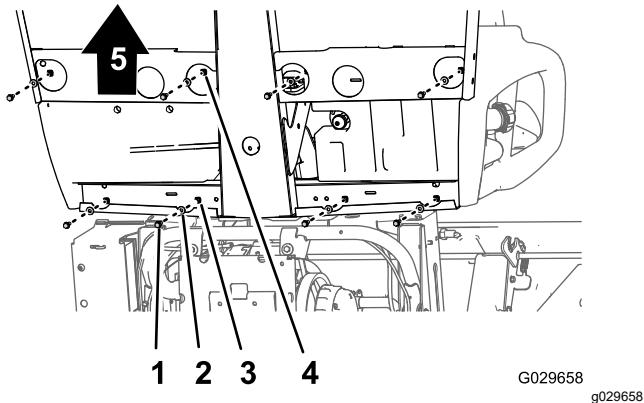
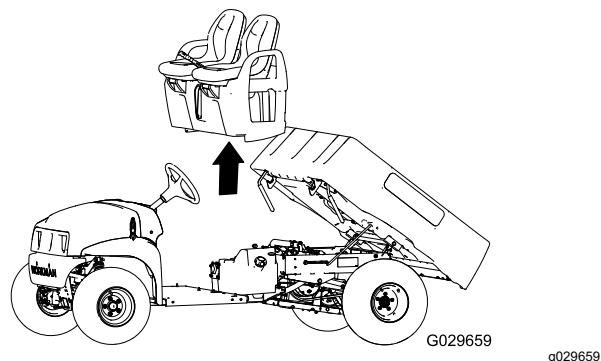

Bild 44
Bild 45
1. Entfernen Sie an der Unterseite der Maschine die acht Bundkopschrauben und acht Scheiben, mit denen das Sitzunterteil an der Bodenplatte und dem hinteren Kabinenkanal befestigt ist (Bild 44).
2. Nehmen Sie die Sitze, das Sitzunterteil und die Feststellbremszüge von der Maschine ab (Bild 44).
1. Setzen Sie die Sitze und das Sitzunterteil auf die Maschine und fluchten Sie die Bremszüge mit dem Chassis aus (Bild 44 und Bild 45).
2. Fluchten Sie die Löcher im Sitzunterteil mit den Löchern in der Bodenplatte und dem hinteren Kabinenkanal aus (Bild 44 und Bild 45).